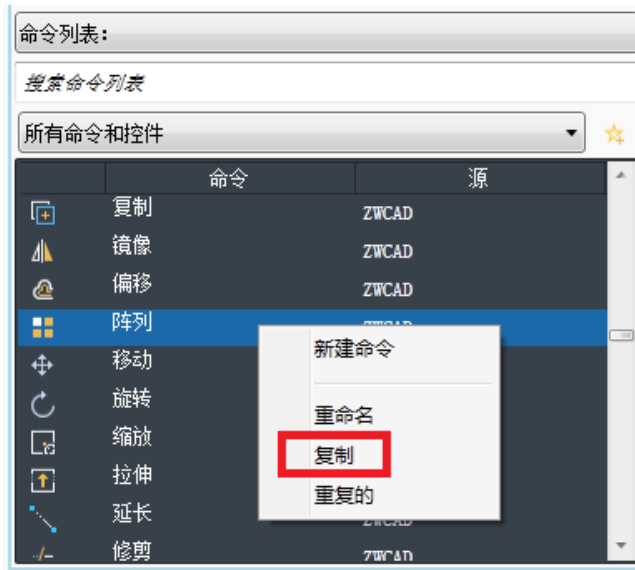

图 2-25 复制命令
- b) 选中要添加的命令后，点击右键，在系统弹出快捷菜单中选择“复制”，如图 2-25 所示。